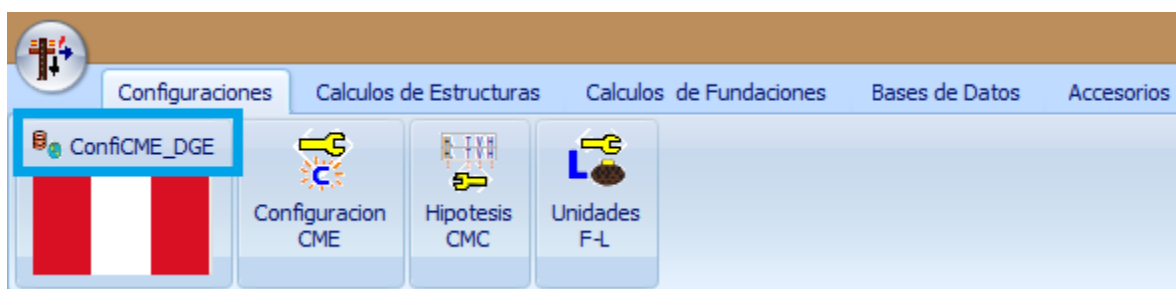

Fig. 2.1
- Haga **click** en el botón <ConficME_DGE> (ver Fig. 2.1).